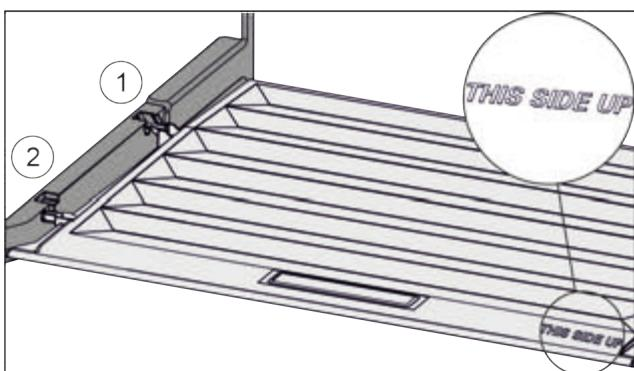

Fig. 86
- Вставити поперечні ребра через отвір заднього тримача Fig. 86 (1) і зафіксувати спереду у тримачі Fig. 86 (2).